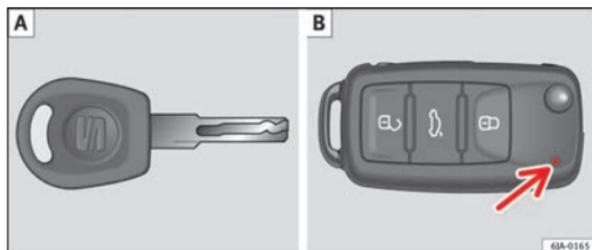
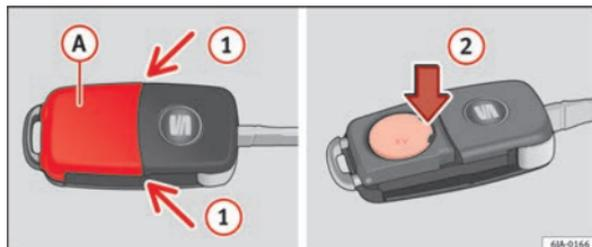

Fig. 42 Clé à radiocommande/Clé sans radiocommande
Fig. 43 Clé à radiocommande : retirer le cache/enlever la pile
Le véhicule est toujours fourni avec deux clés. Selon la version d'équipement, votre véhicule peut être équipé de clés sans radiocommande ⇒ fig. 42 [A], ou avec une radiocommande ⇒ fig. 42 [B].
Chaque clé à radiocommande renferme une pile placée sous le cache (A) ⇒ fig. 43. Si la pile est déchargée, le témoin rouge ⇒ fig. 42 [B] ne s'allume pas lorsque l'un des boutons est activé. Nous vous ►
- Retirez le cache de la pile en appuyant avec le pouce ou avec un tournevis au niveau des flèches ① ⇒ fig. 43.
- Retirez la pile déchargée de la clé en appuyant dessus vers le bas au niveau des flèches ②.